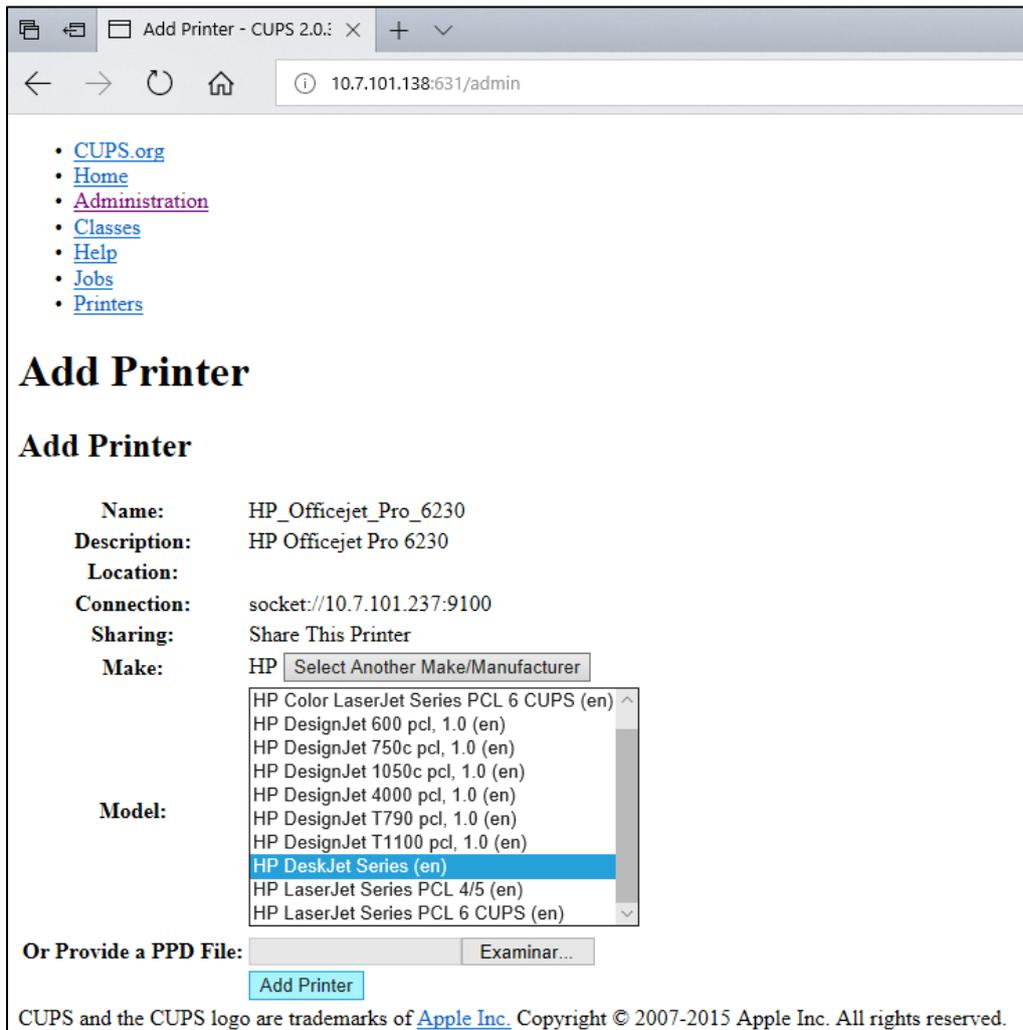

図 83. プリンタードライバーを選択。
**注:** プリンタードライバーがリストにない場合は、使用するプリンターのブランドの最も一般的なドライバーを使用します。リストにあるドライバーのいずれも作動しない場合は、必要な CUPS ドライバーを PPD ファイルとしてウェブからダウンロードし、**Or Provide a PPD File**（または PPD ファイルを用意する）フィールドでこれを選択してから、**Add Printer**（プリンターを追加）を押します（図 83）。